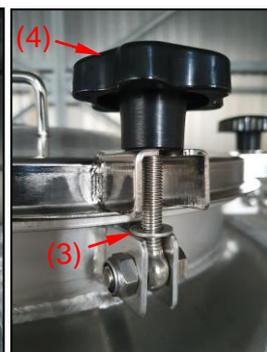

Abb.4 Falsche Anwendung!
Beim Schließen des Druckdomdeckels ist zwingend darauf zu achten, dass die Scheiben (3) an den Handgriffen (4) oberhalb auf dem Domdeckel aufliegen (Abb.1, 2 und 3). Werden diese beispielsweise wie in Abb.4 oder gar nicht angebracht, kann dies unter Druck zu Deformationen des Domdeckels und somit zur Undichtheit des Druckgerätes führen – Achtung Unfallgefahr!